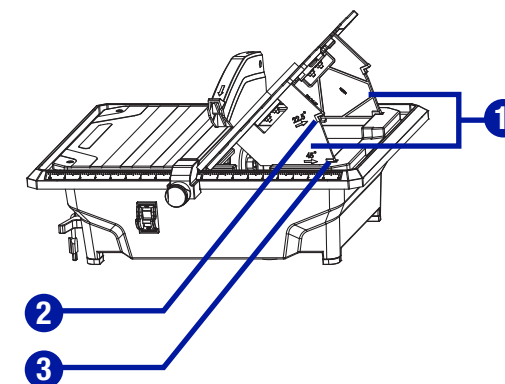

Fig. 14
**COUPE EN BISEAU (Fig. 14 et 15)**